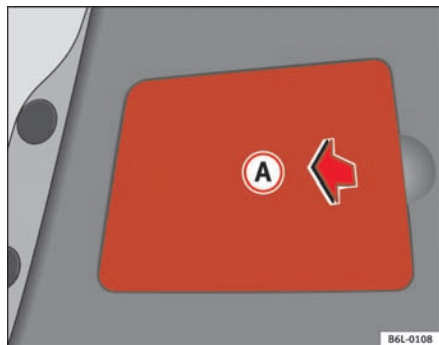

Fig. 153 Baglygte på bagagerumsklap
- Tag kunststofafdækningen **A** ⇒ fig. 153 af, sæt fingeren i åbningen, og træk den i pilens retning.